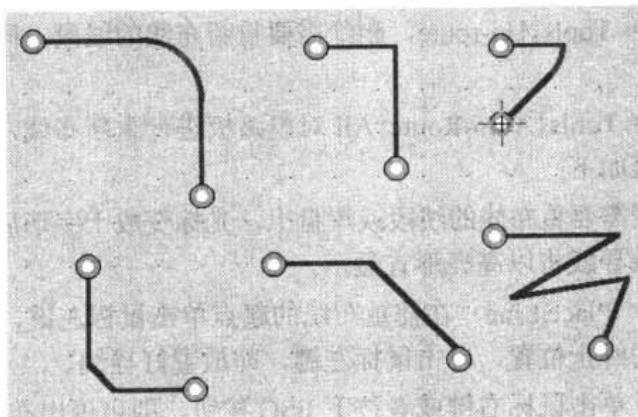

图 14-14 放置线段的 6 种模式
- (1) 在 PCB 连线状态下，执行菜单命令 Place | Line。
- (2) 光标变成十字形后，移动光标到导线的起始位置，单击左键，确定放置导线的起点；移动光标到需要改变方向的位置，单击左键，直到画线完毕；单击右键，退出放置线段状态。布线过程中，如果要取消前一段导线，按 Backspace 键；需要转角时，按下 Shift+空格键进行不同转角模式的相互切换。
- PCB 提供有 6 种导线的放置模式，分别是 45° 转角、圆弧转角、45° 圆弧转角、90° 转角、90° 圆弧转角和任意角转角可供选择，如图 14-14 所示。